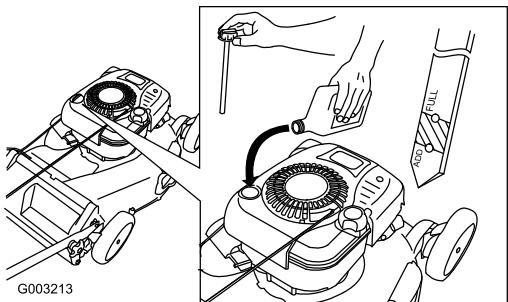

Figura 37
4. Vierta lentamente aceite en el tubo de llenado hasta que el nivel llegue a la marca Full de la varilla (Figura 37). **No llene demasiado.** (Capacidad máxima: 0,77 l (26 onzas), tipo: SAE 30W, aceite detergente con clasificación de servicio API SF, SG, SH, SJ, SL o superior.)
5. Vierta **lentamente** aceite en el tubo de llenado hasta que el nivel llegue a la marca Full de la varilla (Figura 37). **No llene demasiado.** (Capacidad máxima: 0,77 l (26 onzas), tipo: SAE 30W, aceite detergente con clasificación de servicio API SF, SG, SH, SJ, SL o superior.)